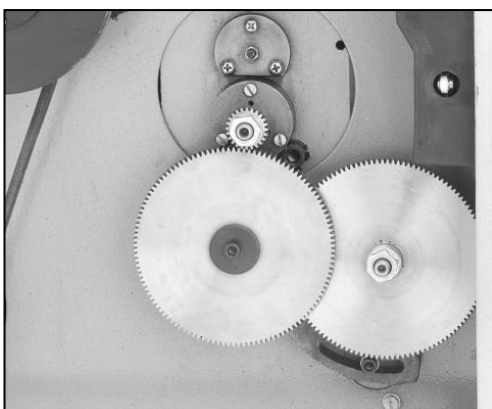

Figure 41
8. Faites pivoter le bras de support jusqu'à ce que les engrenages B et A s'engrènent. Serrez la vis d'assemblage au bas du bras de support des engrenages. La **Figure 41** montre les engrenages correctement alignés et engrenés.